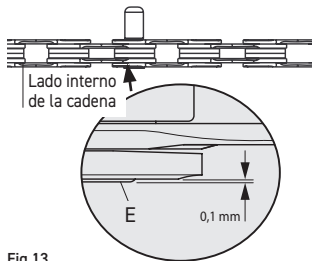

Fig.13
Para no arruinar irremediablemente la cadena, NO ATORNILLAR la herramienta más allá del tope. Dejar que el casquillo ULTRA-LINK 5-CN-SR700 (E) sobresalga 0,1 mm del lado interno de la cadena (Fig. 13).